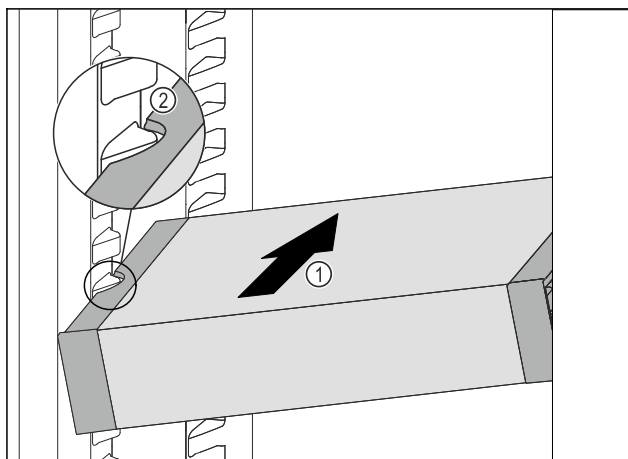

Fig. 129
- ▶ Вставити висувний ящик VarioSafe під кутом в охолоджувальне відділення Fig. 129 (1), доки бокові поглиблення Fig. 129 (2) VarioSafe не будуть розташовуватися на рівні ребра для ємності в охолоджувальному відділенні.